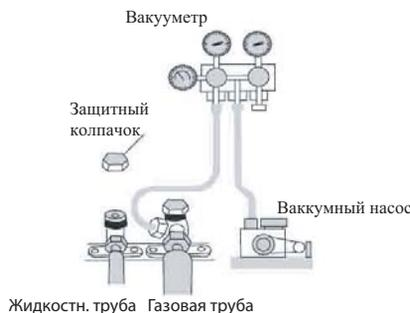

Рис. 8.14
- Подключите вакуумный насос к сервисному порту (Рис. 8.14) и отвакуумируйте систему в течение 15 мин. Стрелка мановакуумметра должна быть на «0».